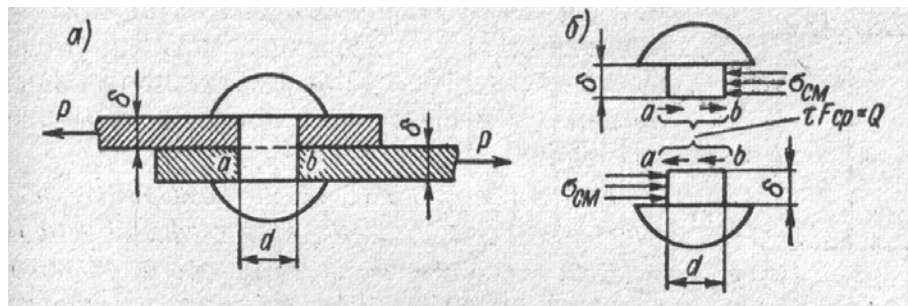

Рис. 7.
1. Определите площади среза и смятия для заклепки по рис. 7 при $d = 20$ мм, $\delta = 16$ мм. Вычислите напряжения среза и смятия, если $P = 60$ кН.